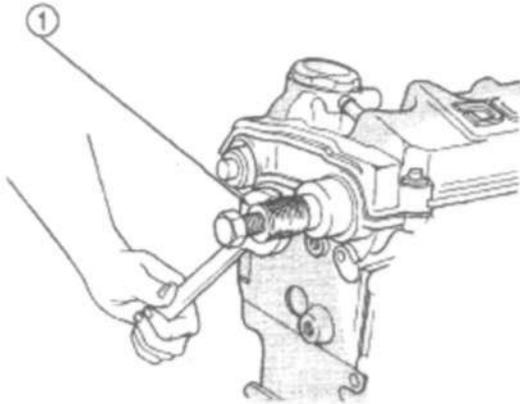

Рис. 13 Снятие уплотнения распределительного вала при помощи приспособления С-4679-А
- (3) Снять звездочки распределительного вала.
- (4) Снять визирное кольцо распределительного вала выпускных клапанов.
- (5) Снять датчик распределительного вала выпускных клапанов.
- (6) Снять заднюю крышку ремня привода ГРМ (см. п. 9 ДВИГАТЕЛЬ/ФАЗЫ ГАЗОРАСПРЕДЕЛЕНИЯ/РЕМЕНЬ ПРИВОДА ГРМ/КРЫШКА(И) ЦЕПИ - СНЯТИЕ)
- (7) Снять уплотнение распределительного вала при помощи спец. приспособления С-4679-А (Рис. 13).